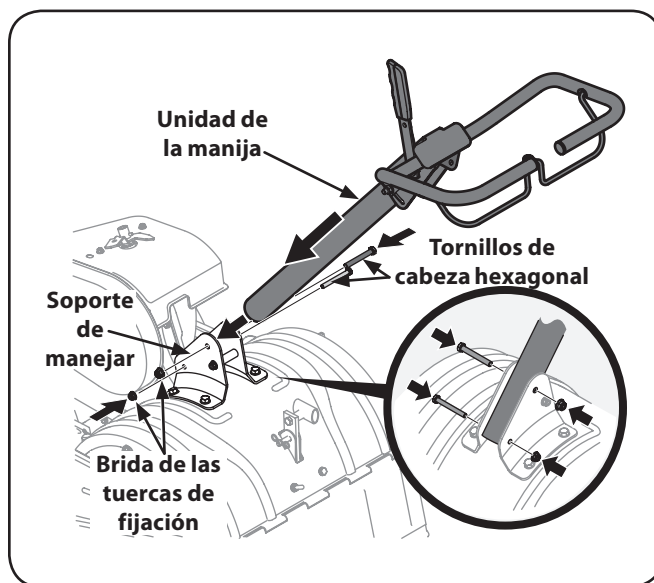

Figura 1-3
2. Posicione la unidad de la manija entre los soportes de montaje de la manija. Vea la Figura 1-3.